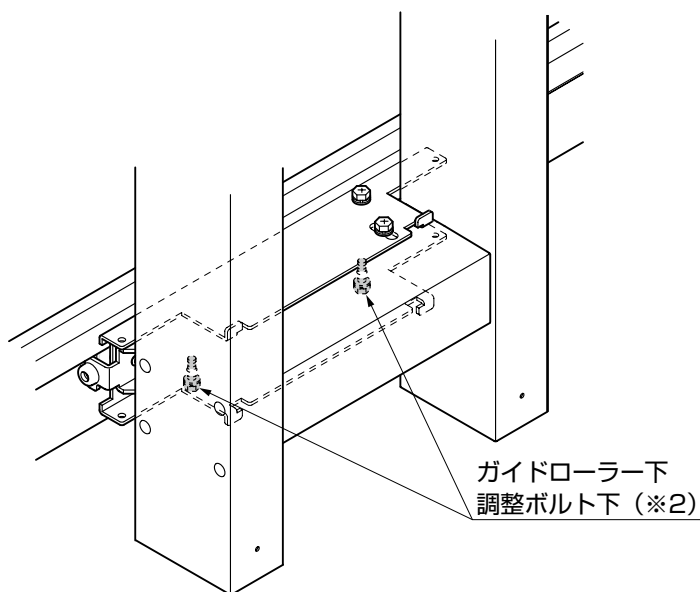

図13-14
- ③ガイドローラー下の調整ボルト下(※2)を締めてください。(図13-14参照)